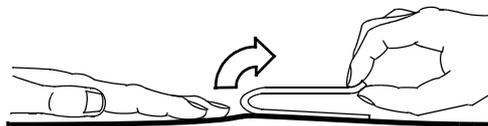

Abbildung 5-5 Abnehmen der Therapieelektroden von der Haut
- 1 Die Elektrode vom Rand her vorsichtig abziehen, und die Haut wie in Abbildung 5-5 gezeigt unterstützen.